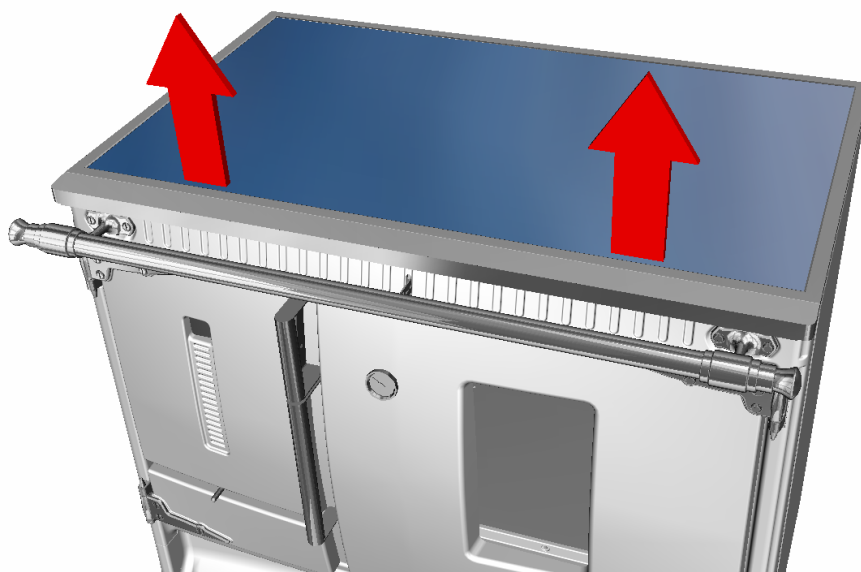

Fig.13
- Levantar a mesa de trabalho pela sua parte frontal (Fig. 13).